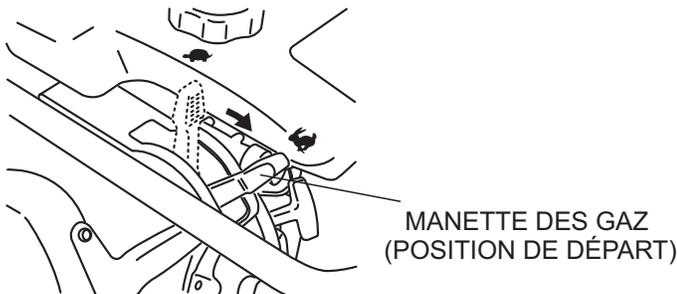

Figure 8. Manette des gaz (position de départ)
1. Pour démarrer le pilonnage, déplacez rapidement la manette des gaz (figure 8) de la position IDLE à la START (↩) **NE PAS** déplacer la manette des gaz lentement, car cela pourrait causer des dommages à l'embrayage ou au ressort.